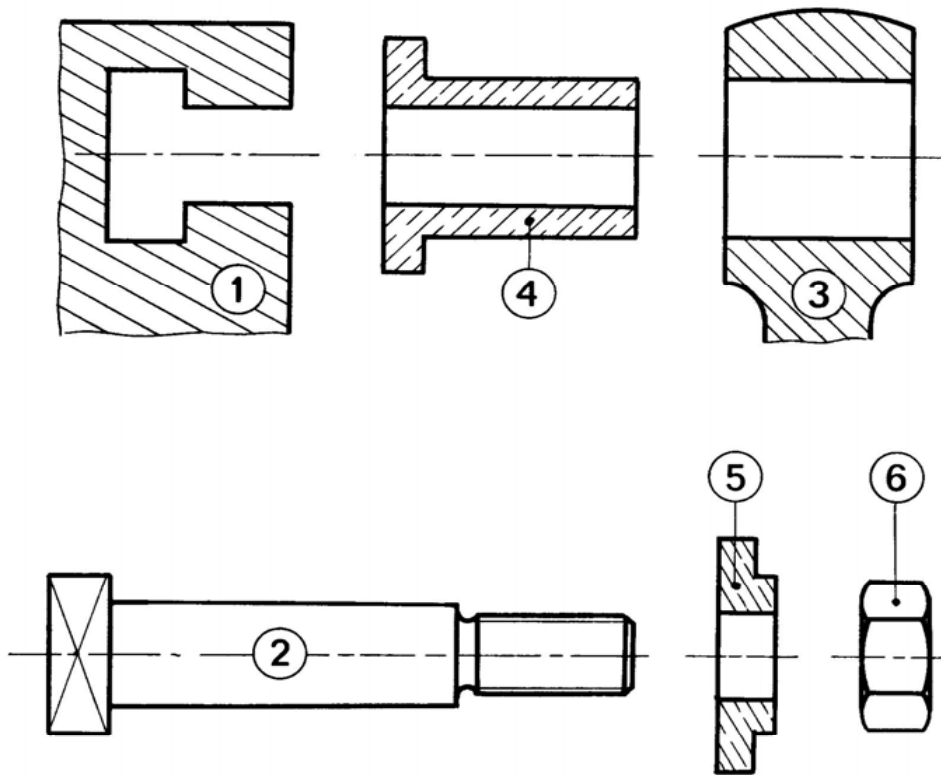

Figure 10.2
- reporter les cotes fonctionnelles obtenues sur le dessin des pièces séparées (figure 10.2).